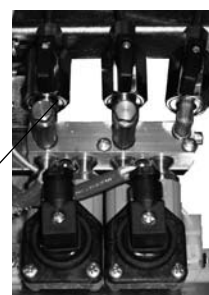

Figura 10
- c) MODELLI 100 TOUCH: I rubinetti dei contatori volumetrici **e** devono essere aperti (figura 10).